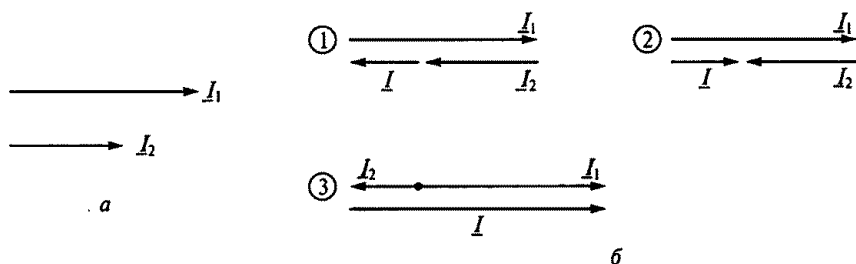

Рис. 83
3.21. Какая из трех векторных диаграмм на рис. 83, б правильно определяет разность I векторов I_1 и I_2 , показанных на рис. 83, а?